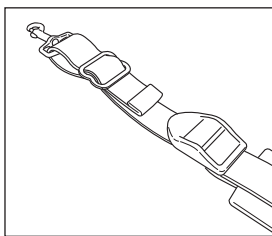

Figure 3.
3. Installez la pince d'ajustement du côté libre d'une des deux bandoulières. Installez la pince de la pompe du côté libre de la bandoulière puis acheminez la sangle pour la ramener dans la pince d'ajustement. **Voir la figure 3.** Ajustez toutes les sangles, au besoin.